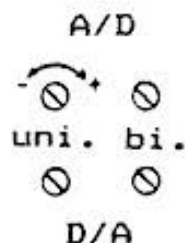

Bild C-1: Justagepotentiometer am MC-12
- Wenn OVERFLOW angezeigt wird: Verstellen des Potentiometers (siehe Bild C-1) mit einem Schraubendreher nach links (entgegen Uhrzeiger) bis flackernde Anzeige